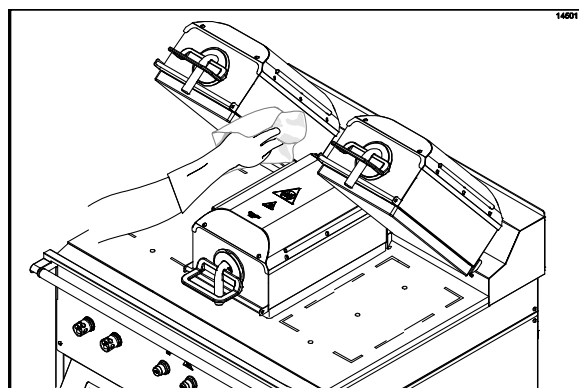

Abbildung 64
35. Die Innenkanten der rechten und linken oberen Grillplatte mit einem sauberen, mit Desinfektionsmittel getränkten Grilltuch abspülen. (Siehe Abbildung 64.)